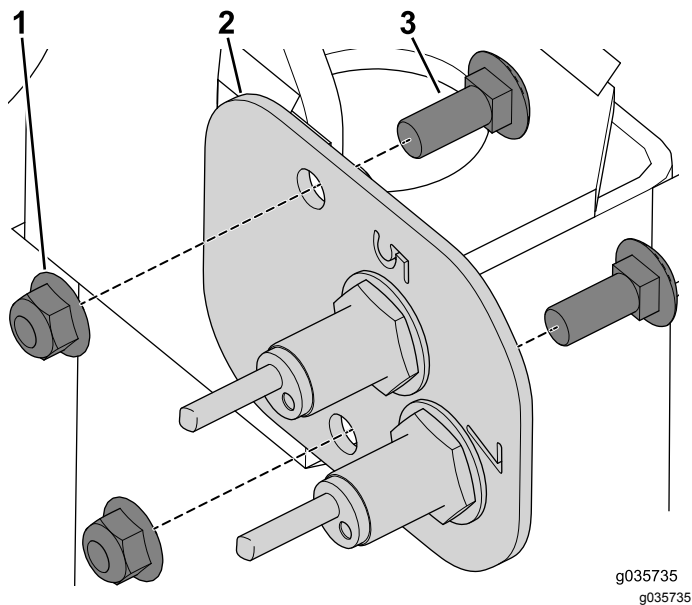

図 4
8. 左側センサープレートをフレームに固定しているキャリッジボルトとフランジナットを外す 図 4。